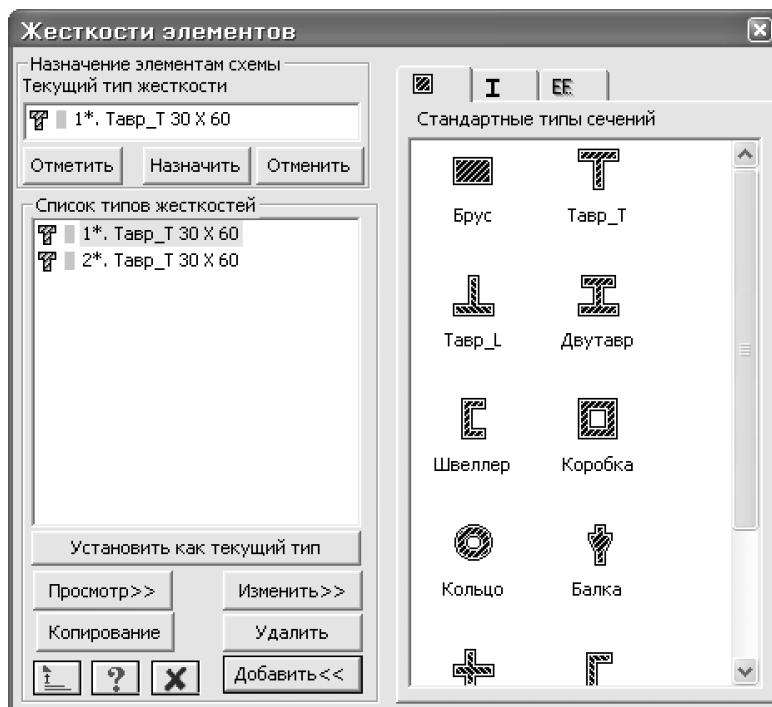

Рис.7.11. Диалоговое окно **Жесткости элементов**
- С помощью меню **Жесткости** ⇒ **Жесткости элементов** (кнопка  на панели инструментов) вызовите диалоговое окно **Жесткости элементов** (рис.7.11).
- В диалоговом окне **Жесткости элементов** (рис.7.11) в списке типов жесткостей с помощью курсора выделите строку **1*.Тавр_T 30x60** и щелкните по кнопке **Копирование**.